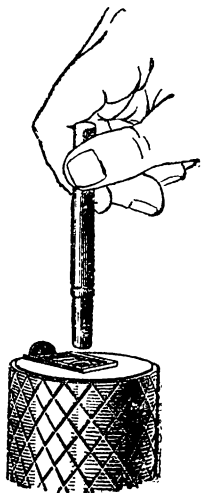

Рис. 15. Как вставить запал
3) взять запал правой рукой (рис. 15) и осторожно вставить его в центральную трубку гранаты, капсюлем-воспламенителем вниз, до упора капсюля-воспламенителя в сапжок предохранителя запала (снаружи центральной трубки останется 7—8 мм запала);